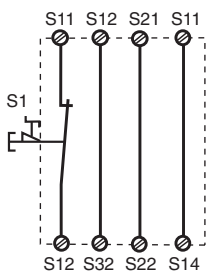
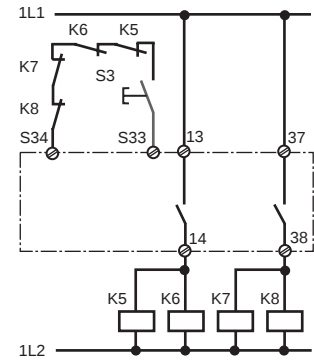

Fig. 2: Eingangskreis einkanalig, automat. Start/Single-channel input circuit, automatic reset/Commande par 1 canal, validation automatique
Fig. 10: wie Fig. 9 mit überwachtem Start/connection for contactors/relays and monitored reset/comme Fig. 9 avec surveillance du poussoir de validation
In Fig. 2 ... Fig. 10 sind Anschlußbeispiele für NOT-AUS-Beschaltung mit automatischem und überwachtem Start, Schutztürsteuerungen sowie Kontaktvervielfachung durch externe Schütze.
- Fig. 2 und 7: **keine** Verbindung S33-S34. Beachten Sie: Das Gerät startet bei Spannungsausfall und -wiederkehr automatisch. Verhindern Sie einen unerwarteten Wiederanlauf durch externe Schaltungsmaßnahmen.
In Fig. 2 ... Fig. 10 are connection examples for Emergency Stop wiring with automatic and monitored reset. Safety gate controls as well as contact expansion via external contactors.
- Fig. 2 and 7: S33-S34 **not** connected. Please note: the device starts automatically after loss of power. You should prevent an unintended start-up by using external circuitry measures.
Les figures 2 à 10 représentent les différents câblages possibles du PNOZ XV1P à savoir : poussoir AU avec réarmement automatique ou auto-côntrolé, interrupteurs de position et augmentation du nombre des contacts de sécurité par contacteurs externes.
- Fig. 2 et 7: **pas** de câblage sur S33-S34. L'appareil se réarme automatiquement après une coupure et une remise sous tension. Evitez tout risque de redémarrage par un câblage externe approprié.